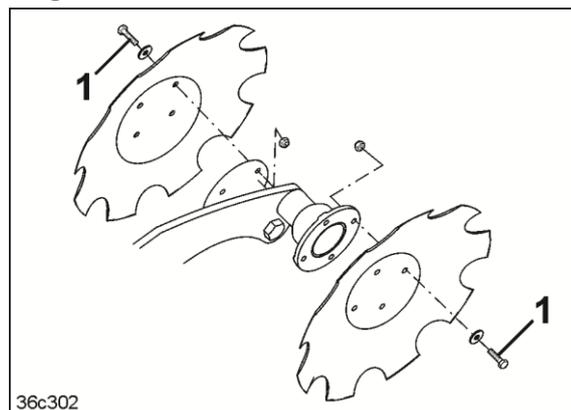

Fig. 481
5. Schrauben (Fig. 481/1) lösen und die Scheiben ersetzen.